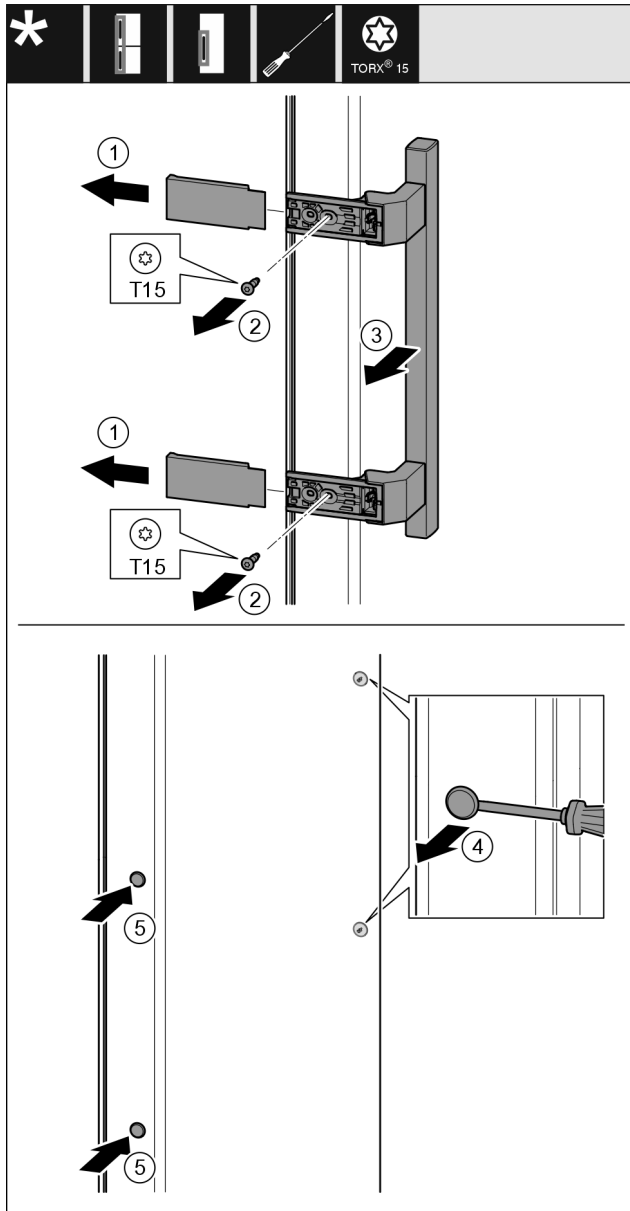

Fig. 27
- Hiqni kapakun mbulues Fig. 27 (1).
- Lironi vidat Fig. 27 (2) me një kaçavidë.
- Hiqni dorezën Fig. 27 (3).
- Ngrini lart me kujdes tapën anësore Fig. 27 (4) me një kaçavidë me kokë petë dhe nxirreni jashtë.
- Vendosni sërish tapën Fig. 27 (5) në anën tjetër.